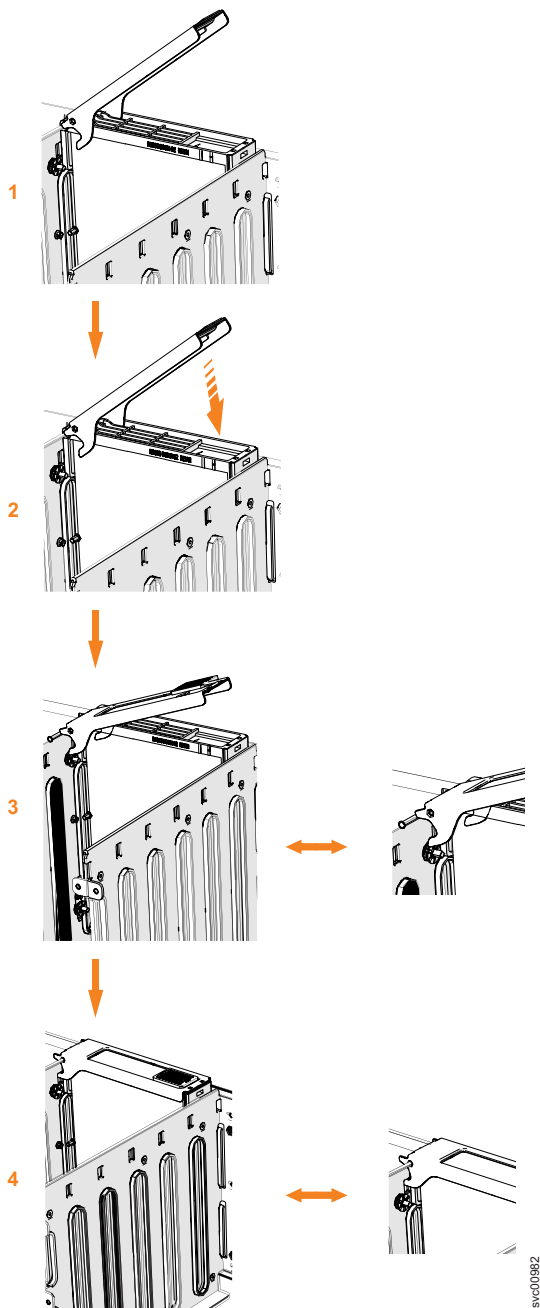

图 63. 更换驱动器
6. 确保驱动器组合件的驱动器手柄（第 73 页的图 63 中的 **1**）处于打开（解锁）位置。
8. 向下轻轻推动驱动器直到其停止；滑锁的底部与隔板的顶部对齐。确保手柄与驱动器支架之间的夹角小于 45 度。（第 73 页的图 63 中的 **2**）。
9. 向下旋转手柄，以将驱动器组合件锁定到机箱中（图 63 中的 **3**）。
11. 确保滑锁的顶部引脚也完全咬合（第 73 页的图 63 中的 **4**）。